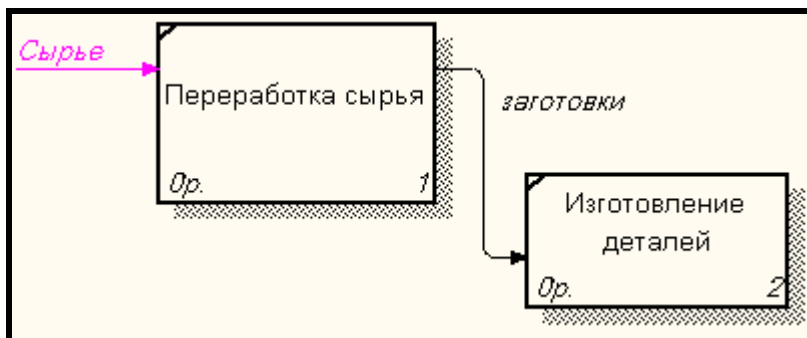

Рис. 2.3. Фрагмент диаграммы
12. Проверьте себя (рис. 2.3.).